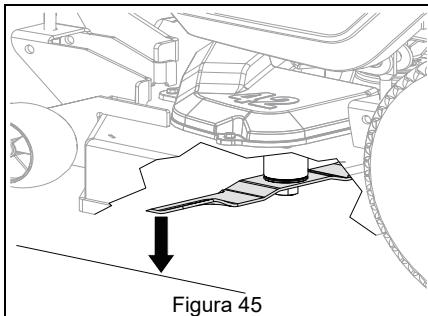

Figura 45
3. En ambos extremos de la unidad, mida la distancia al suelo en el filo cortante de la cuchilla. Consulte Figura 45.